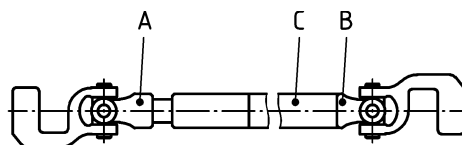

Bild 1 — Richtige Gabelstellung
3.1.1 Die Achsen der Gabelbohrungen der Einschweißgabeln (A) und (B) müssen beim Einschweißen in das Gestängerohr (C) in einer Ebene liegen, siehe Bild 1.